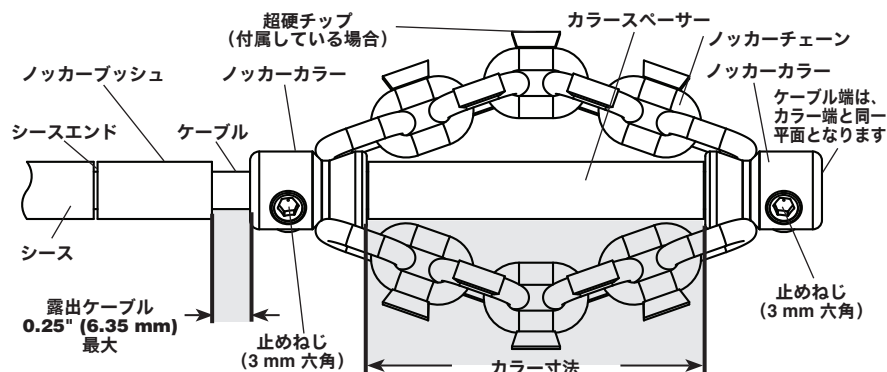

図 10 - チェーンノッカーの取り付け/調整
2. 図10はチェーンノッカーの取り付け/調整を示します。チェーンノッカーの取り付け/調整時には2つのポイントがあります。
- 図 10 に示すように、チェーンノッカー、ノッカーブッシュ、カラスペーサーをケーブルにテスト装着します。チェーンはまっすぐでなければなりません。チェーンをねじった状態で組み立てないでください。ケーブル端が過度に摩擦するのを防ぐために、ケーブル端はカラーの端と同一平面上になるようにしてください。
- 図 10 に示すようにチェーンノッカーがケーブルに正しく取り付けられている状態で、付属の六角レンチを使用してカラーの止めねじをしっかりと締めます。止めねじの先端を